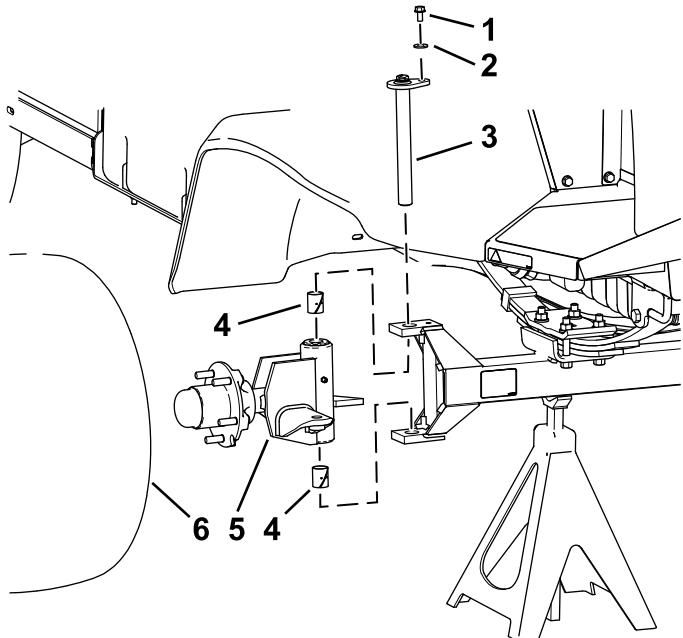

**Bild 4**
2. Entfernen Sie die fünf Radmuttern, mit der das linke Rad an der Nabe befestigt ist, und nehmen Sie das Rad von der Maschine ab (Bild 4).